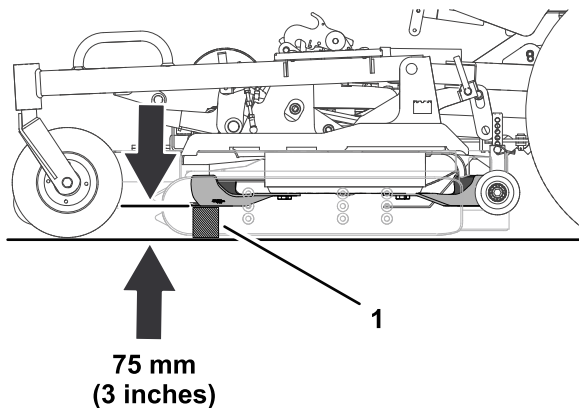

Figura 126
4. Meça a distância entre o solo e o ponto mais dianteiro da extremidade de corte da lâmina com um bloco de grau (Figura 126).